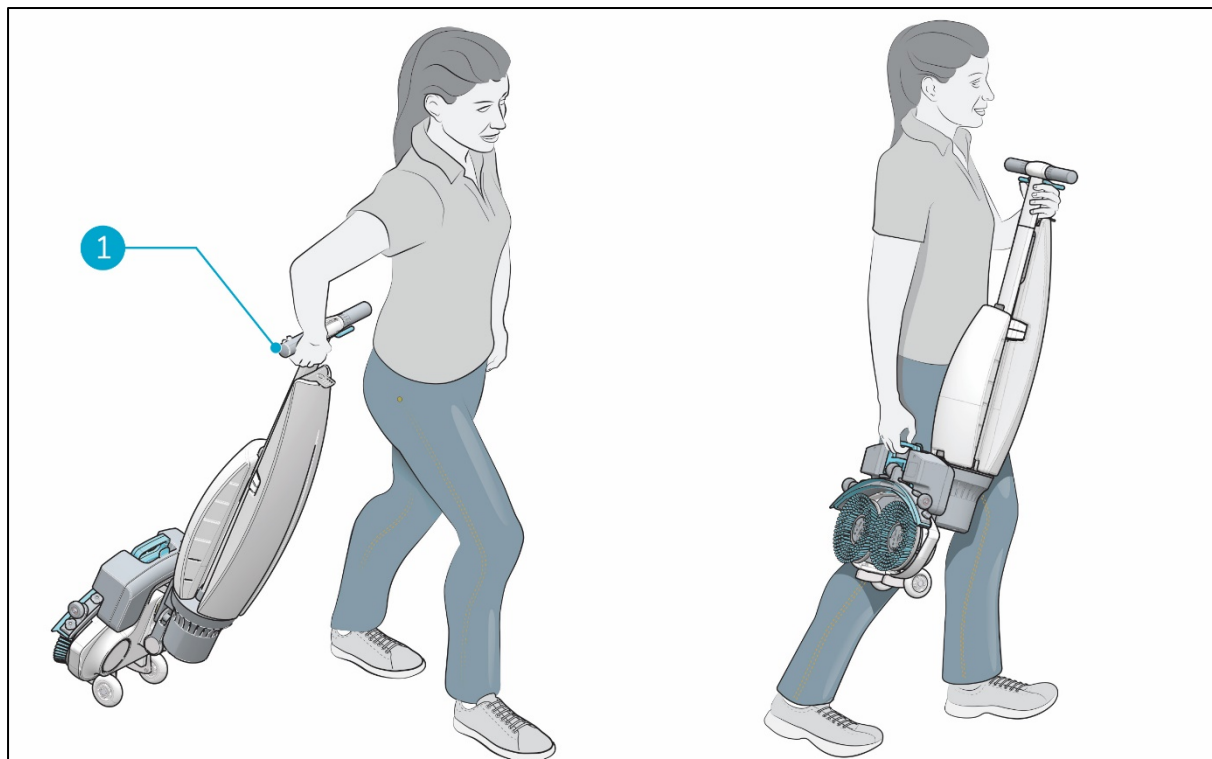

Abbildung 15
2. Halten Sie den Griff mit einer Hand (Figure 15, Pos. 1).